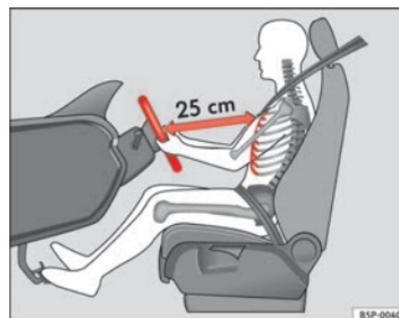

Fig. 134 Position de conduite correcte
- Réglez le volant jusqu'à ce que vous obteniez la position souhaitée ⇒ fig. 134.
- Réglez le siège du conducteur ou le volant de sorte que la distance entre celui-ci et votre thorax soit au moins de 25 cm => page 176, fig. 134. Si vous ne respectez pas cette distance minimale, le système d'airbags est dans l'incapacité de vous protéger – danger de mort !